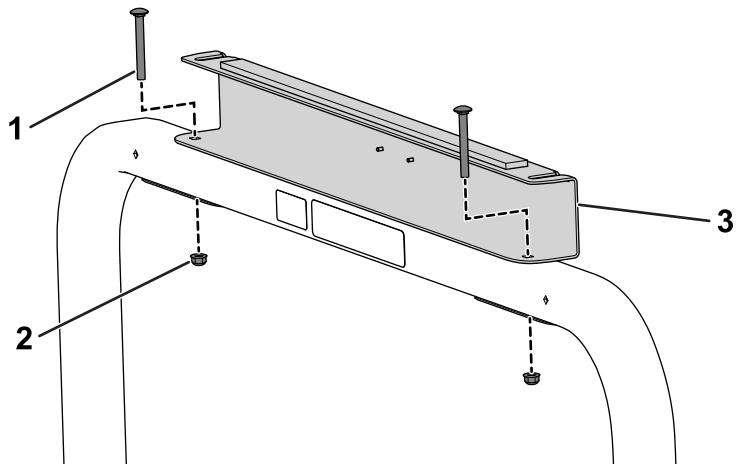

Рисунок 27
5. Используйте 2 каретных болта (5/16 x 2-3/4 дюйма) и 2 фланцевые гайки (5/16 дюйма) для крепления задней опоры навеса и задней решетки к защитной дуге (Рисунок 27).